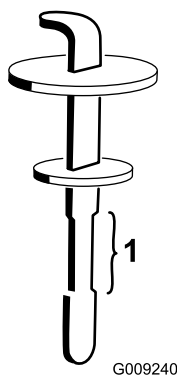

Figura 134
5. Retire la varilla del cuello de llenado y límpiela con un paño limpio. Inserte la varilla en el cuello de llenado y, a continuación, retírela y compruebe el nivel del aceite (Figura 134).